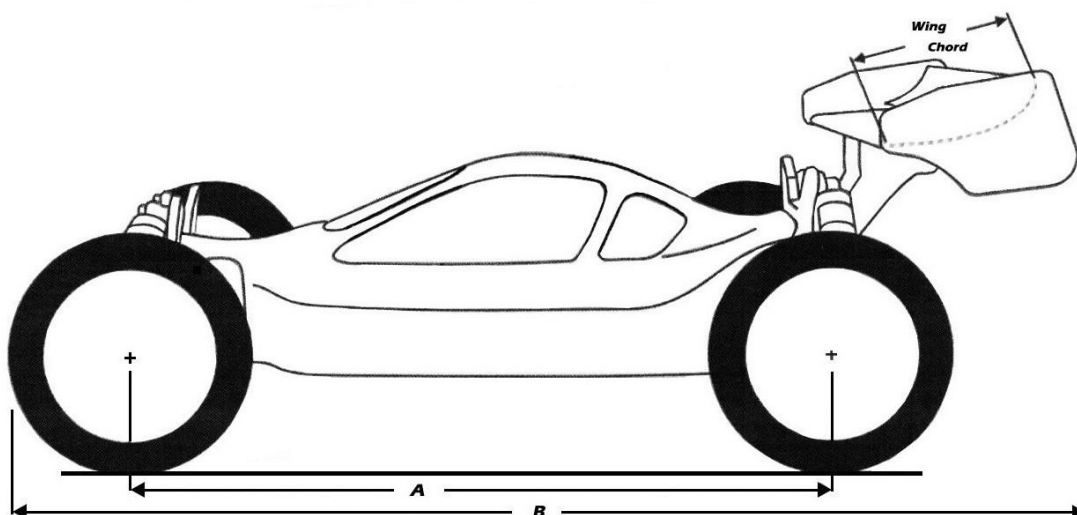

Figura 9 : Dimensioni 1/8 BRUSHLESS
6.1.4 **Dimensioni (vedi figura 9 sopra)**